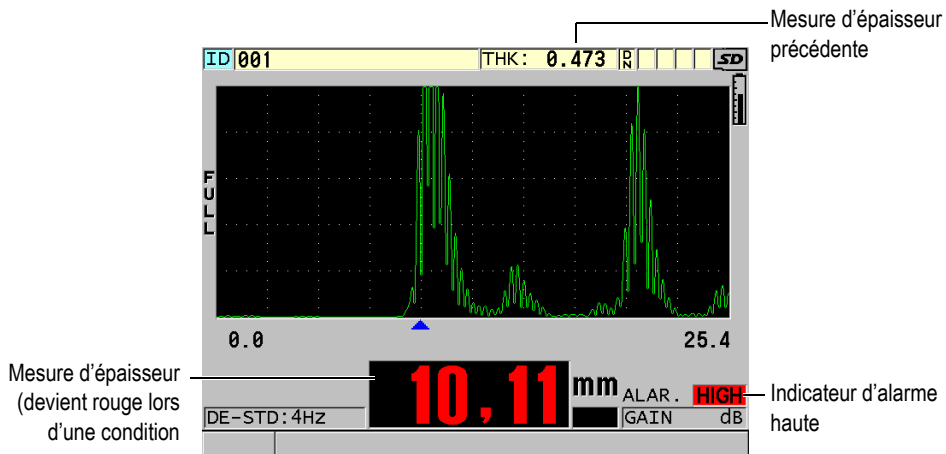

Figure 8-4 Exemple d'indicateur d'alarme HAUTE
- L'indicateur d'alarme **HIGH** ou **LOW** clignote sur un fond rouge dans le coin inférieur droit de l'écran de mesure (voir la Figure 8-4 à la page 136).